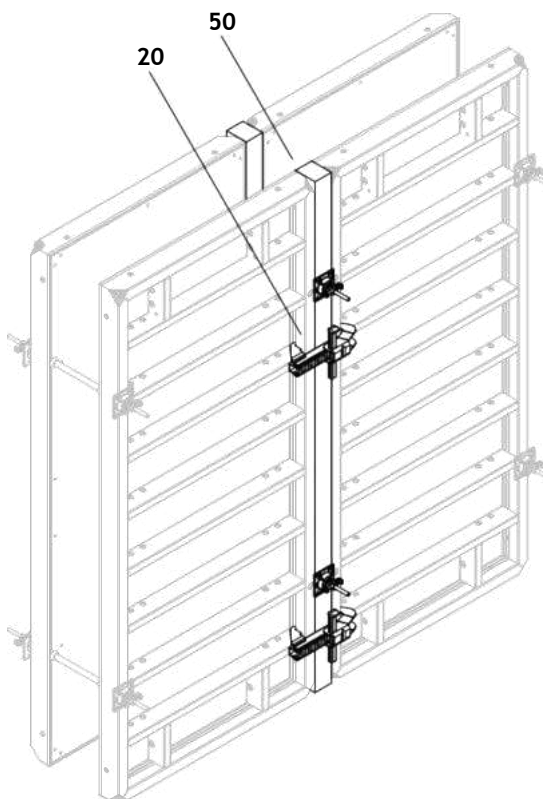

Fig. A11.01
Надлъжната компенсация става с оразмерени греди (50). (Fig. A11.01)
- Направл. скоби BFD (20) се разполагат както при стандартни свързки на елементите.